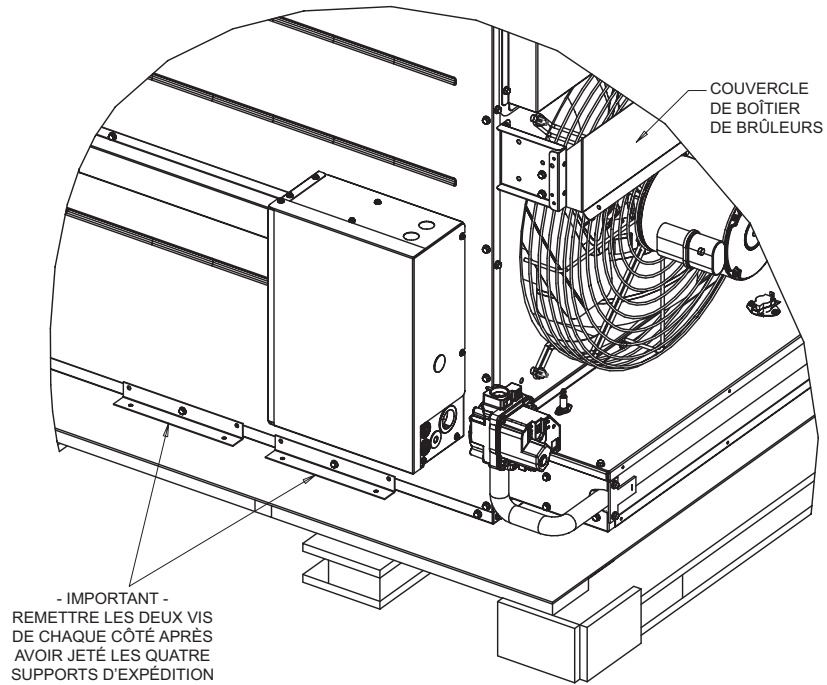

FIGURE 2
- 8 - Enlever et jeter la pattes d'expédition. Remettre les quatre vis de chaque côté. Voir Figure 2.